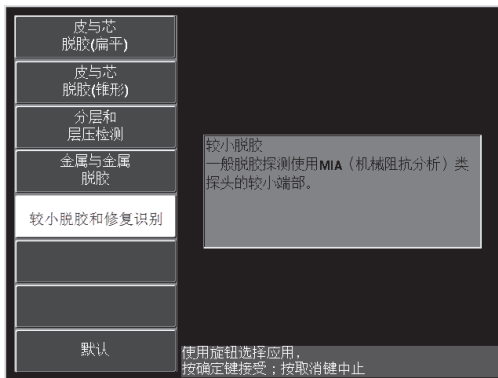

图 6-62 较小脱胶和修复识别应用
3. 选择 **Smaller Disbonds and Repair Identification** (较小脱胶和修复识别) 应用, 然后按确定键 (✓) 接受 (参见第 158 页的图 6-62)。